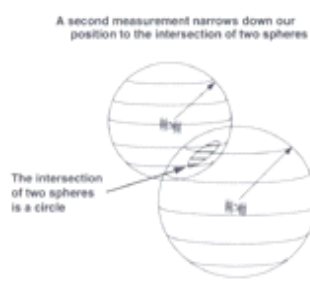

图 2
②如第二个卫星与该点的距离为  $A_2$ ，则该点落在两球面相交的圆上（如图 2）。